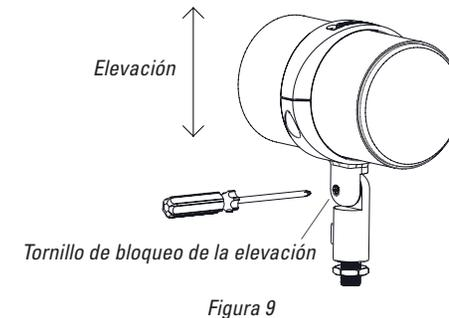

Figura 9
5. Utiliza un destornillador Philips (no suministrado) para aflojar el tornillo que bloquea la elevación (consulte la Figura 9), apunte el altavoz hacia el ángulo de elevación deseado y apriete el tornillo de bloqueo manualmente. **NO APRIETES EN EXCESO.**